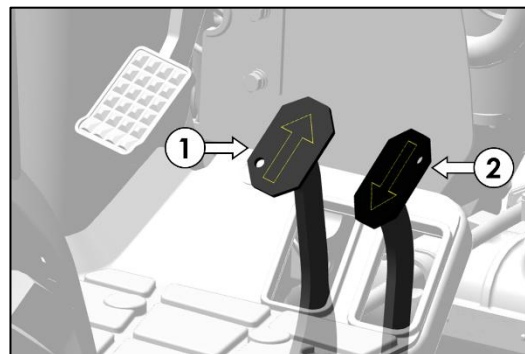

Abb. 95 – HST-PEDAL
1. Vorwärtspedal (Pos. 1 in Abb. 95) zum Vorwärtsbewegen des Traktors
2. Rückwärtspedal (Pos. 2 in Abb. 95) zum Rückwärtsbewegen des Traktors